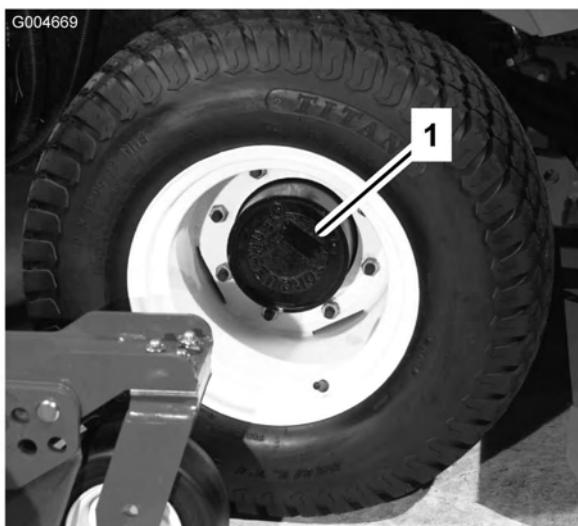
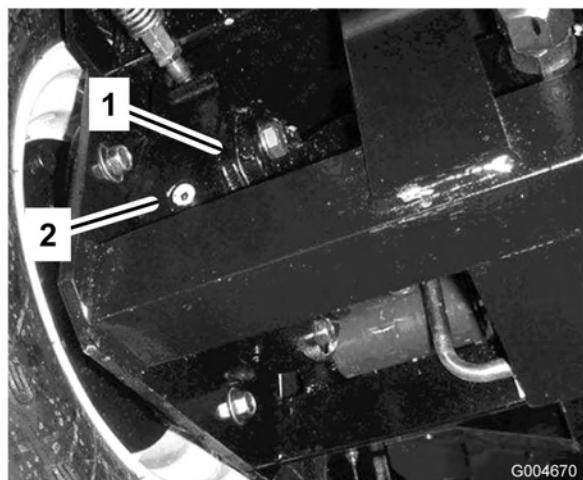

Figura 10
Figura 11
- Con la máquina en una superficie nivelada, coloque la rueda de manera que el tapón de verificación/drenaje (Figura 10) esté en posición de las dos o de las diez.
- Retire el tapón del planetario (Figura 10) y el tapón de verificación de la parte trasera del freno (Figura 11). El aceite debe llegar a la parte inferior del orificio del tapón de verificación en la parte trasera del freno.